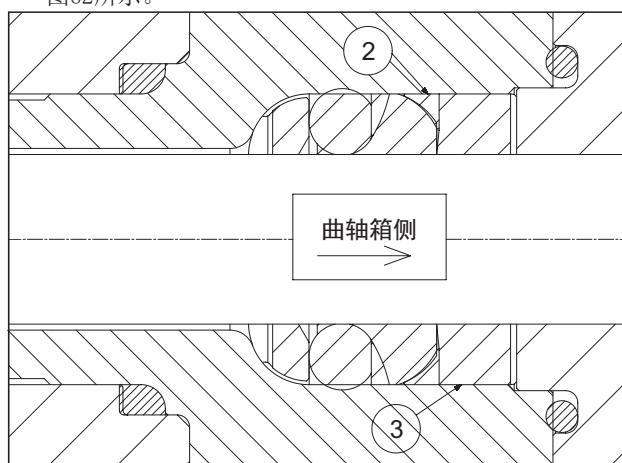

图62
- 插入抗挤压环②和密封圈衬套③，定位如图60、图61和图62所示。
密封圈衬套③插入泵缸套时，排出口必须朝向外部（曲轴箱侧），图61和图62所示。